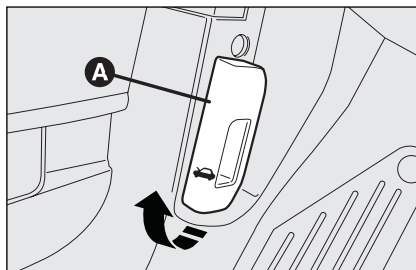

Рис. 96
- ☐ потяните рычаг **A**, **рис. 96**, в направлении стрелки;